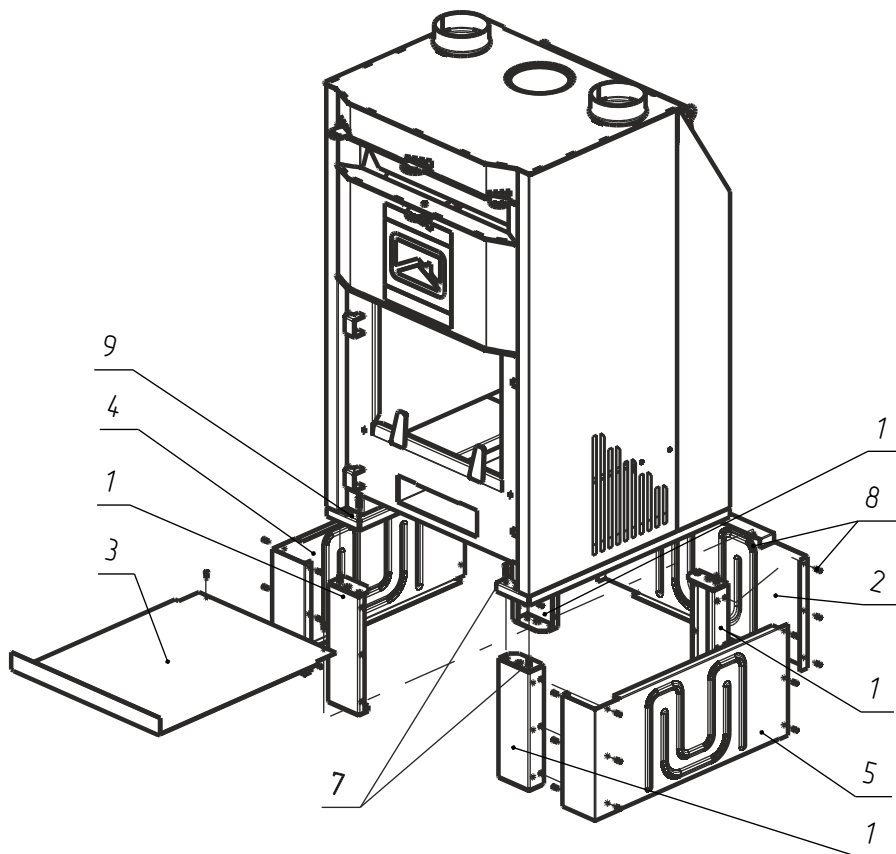

Рис. 6 Схема сборки ящика дровника
ВНИМАНИЕ! Перед установкой камина необходимо убрать деревянный поддон для транспортировки, открутив болты в основании камина и осуществить досборку ящика дровника по схеме изображенной на рис. 6.
2) Установите Стойки поз. 1 (рис. 6), прикрепив к Основанию топки (поз. 9) в помощью винтов М6 (поз. 7).